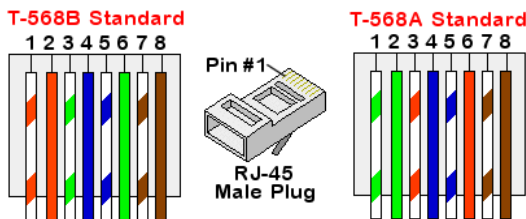

Abbildung 31: Standardverkabelung
- c. Führen Sie die acht Drähte in einen RJ45 Stecker ein, wie in *Abbildung 31* gezeigt.
- e. Verbinden Sie den Ethernet-Stecker mit dem RJ45-Port an der Kommunikationskarte wie in *Abbildung 31* dargestellt.